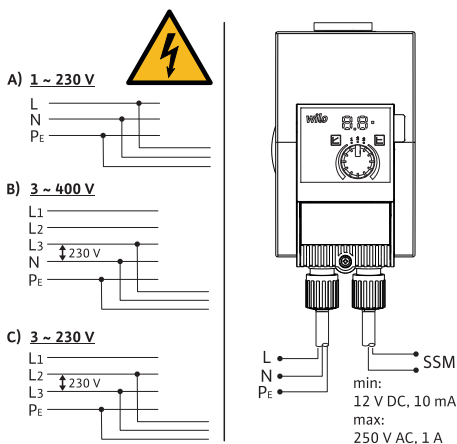

Fig. 3: Mogućnosti priključivanja
- Priključivati na niskonaponske mreže od 230 V. Pri povezivanju na IT mreže (Isolet Terre oblik mreže) obavezno osigurati da napon između faza (L1-L2, L2-L3, L3-L1 → Fig. 3) ne prelazi 230 V. U slučaju greške (spoj sa uzemljenjem) napon između faza i PE ne sme da prelazi 230 V.